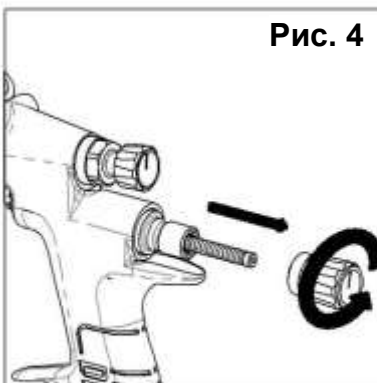

Рис. 4
3. Снимите ручку регулировки подачи жидкости (28) и пружину (29) (см. рис. 4).